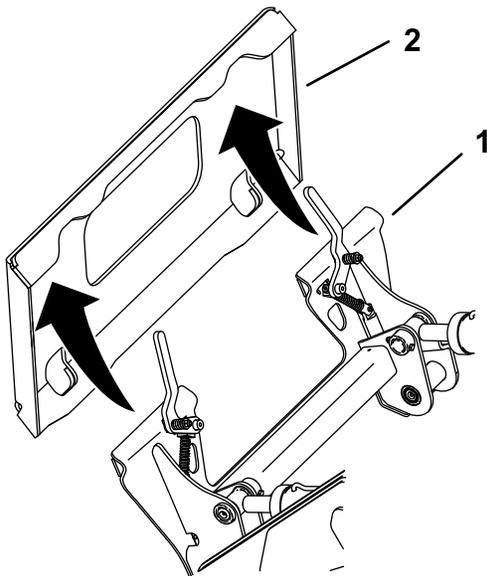

Рисунок 29
5. Вставьте монтажную пластину под верхнюю кромку установочной пластины навесного оборудования (Рисунок 29).